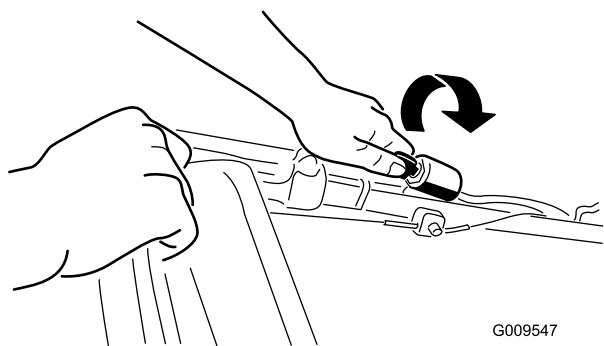
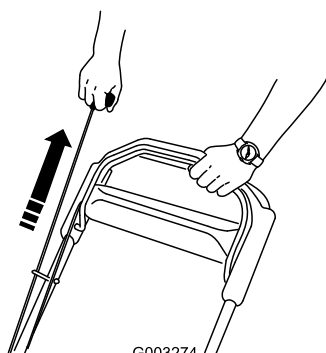

Bild 16
Bild 17
2. Drehen Sie den Zündschlüssel (Bild 16) oder ziehen Sie am Rücklaufstartergriff (Bild 17).
**Hinweis:** Ziehen Sie leicht am Rücklaufstartergriff, bis Sie einen Widerstand spüren. Ziehen Sie ihn dann kräftig durch (Bild 17). Lassen Sie das Seil langsam zum Holm zurücklaufen.